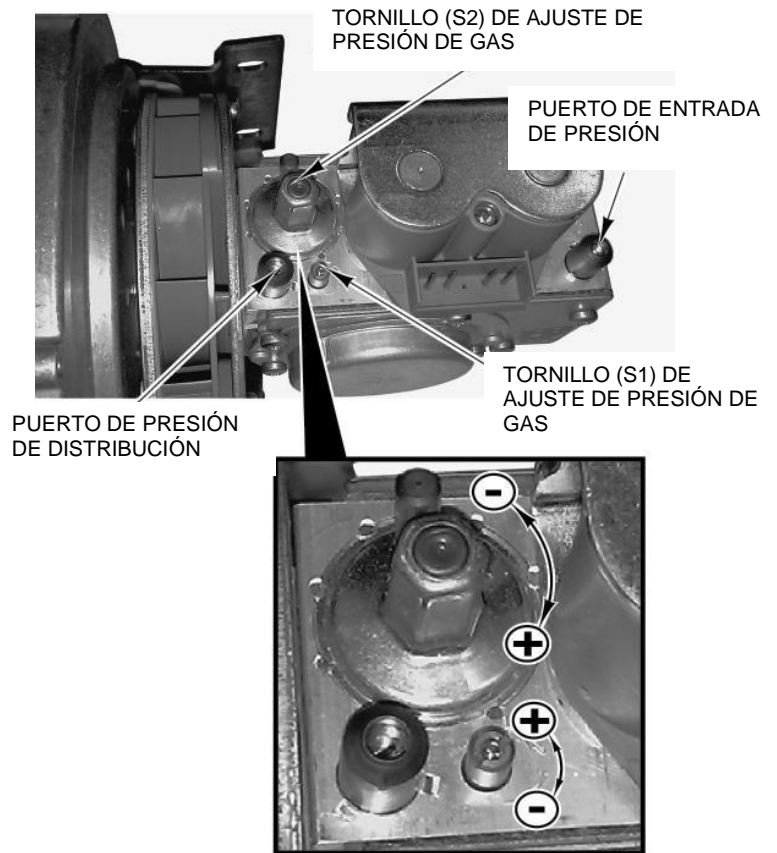

Fig. 1
3. Gire el tornillo S1 que se encuentra a la derecha del puerto de presión de distribución (Fig.1) en el sentido de las manecillas del reloj para cerrarlo. Después, gírelo 10 veces en el sentido contrario a las manecillas del reloj.
3. Gire el tornillo S1 que se encuentra a la derecha del puerto de presión de distribución (Fig.1) en el sentido de las manecillas del reloj para cerrarlo. Después, gírelo 16 veces en el sentido contrario a las manecillas del reloj.
3. Gire a la mitad el tornillo S2 (Fig. 1) (usando una llave Allen de 5/64), en el sentido de las manecillas del reloj.